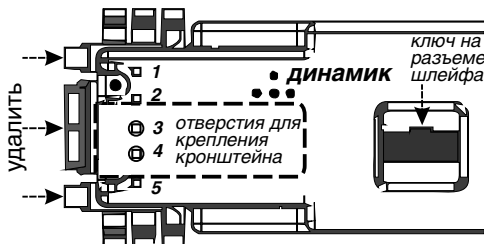

Рис. 3.28
8. Устанавливаются кронштейны, как показано на рисунке 3.29. Накладываем согнутый кронштейн длинной стороной на заднюю панель, часть с большим круглым отверстием приподнята. При этом фигурный вырез кронштейна должен быть обращен в противоположную от динамика сторону. Рис. 3.28 и рис. 4.29.